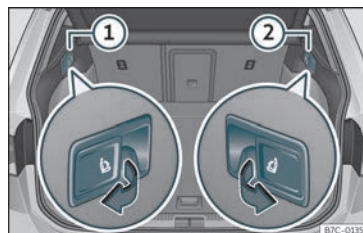

Fig. 103 Al maleter:palanques per al desbloqueig a distància de les parts esquerra ① i dreta ② del respallier del darrere.
- Estireu la palanca de desbloqueig »» **fig. 103** del respatllet que voleu abatre.